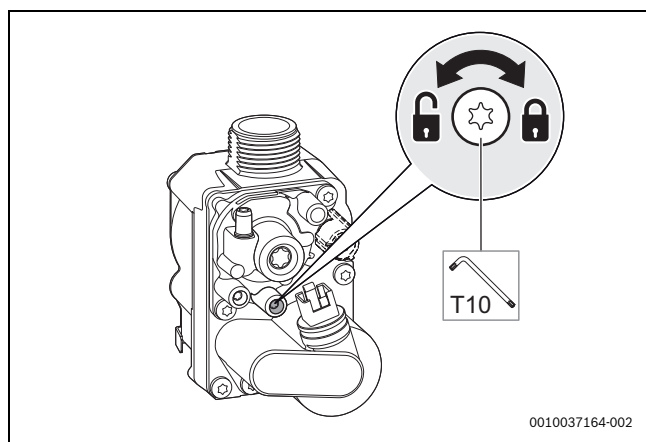

Bild 134 Gas-Anschlussdruck messen
- ▶ Schraube am Messstutzen für den Gas-Anschlussdruck 2 Umdrehungen lösen (→ Bild 134).